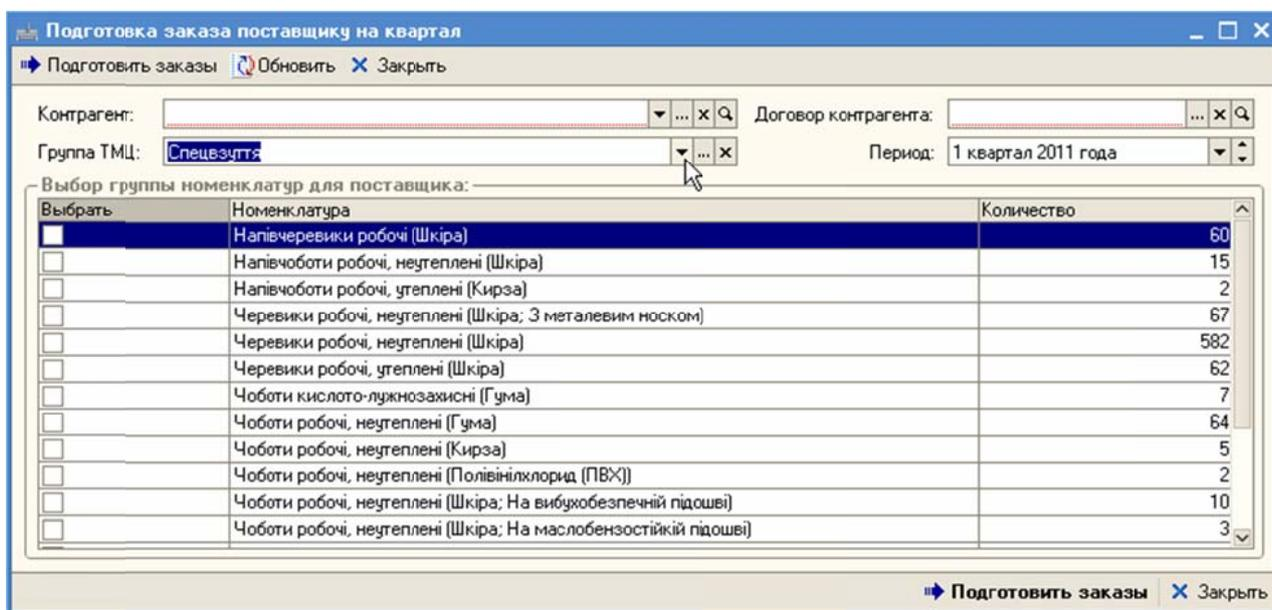

Рисунок 162 – Выбор группы ТМЦ
- *Группу ТМЦ*, согласно протоколу решения тендерного комитета. При указании группы ТМЦ табличная часть будет заполнена номенклатурами, относящимися к указанной группе (Рисунок 162).